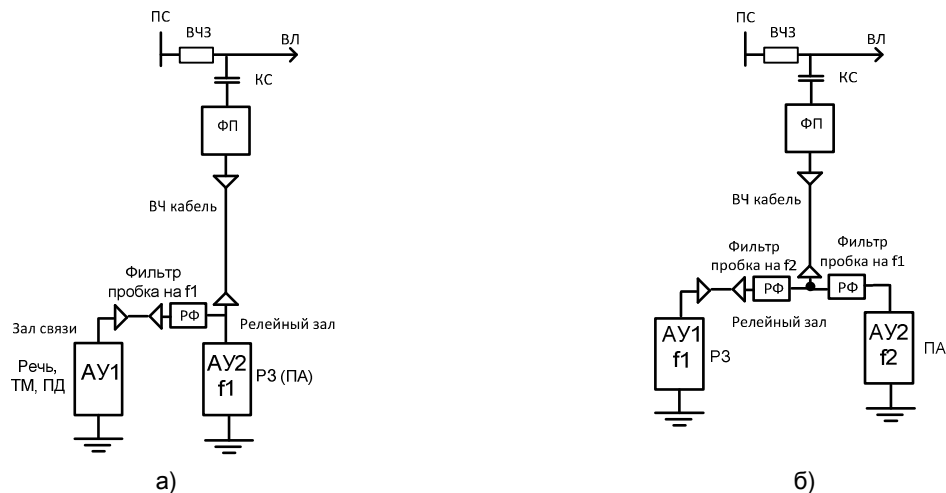
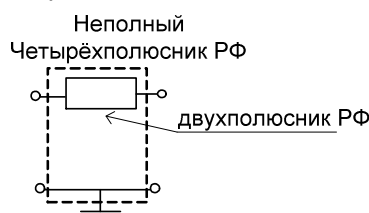
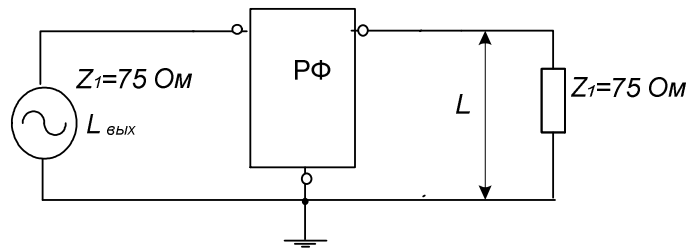
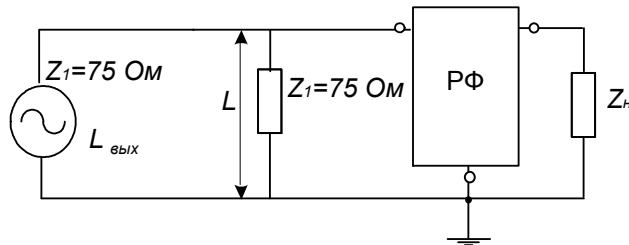

Рис.5.1 Схемы включения РФ на концевой ПС:
Рис.5.4 Представление в схемах измерений двухполюсника РФ в виде неполного четырёхполюсника
Рис.5.5 Схема измерения рабочего затухания РФ
Рис.5.6 Схема измерения вносимого затухания РΦ
Схемы с использованием РФ на концевых ПС показаны на рис.5.1.
В рассматриваемых схемах измерений РФ в виде двухполюсника представляется в виде неполного четырёхполюсника, как показано на рис.5.4.
Измерение рабочего затухания производится в схеме рис.5.5. РФ в виде двухполюсника представляется в этой схеме, как показано на рис.5.4.
Измерение вносимого затухания производится в схеме рис.5.6. РΦ в виде двухполюсника представляется в этой схеме, как, показано на рис.5.4.
Выбор условий нагрузки РΦ (сопротивление  $Z_n$  на рис.5.6) при измерении вносимого затухания должен производиться по-разному в зависимости от назначения РΦ и его типа:
**РФ, устанавливаемые на концевой ПС** (рис.5.1,а или б).
Если измерение производят в реальных условиях с реализованной схемой рис.5.1,а или б, вместо сопротивления  $Z_n$  на рис.5.6 на выходе РΦ включается сама цепь к параллельно включённой аппаратуре. Это эквивалентно замене сопротивления  $Z_n$  входным сопротивлением  $Z_{\text{вх.цепи}}$ . Вносимое затухание должно определяться для того возможного состояния цепи, при котором в пределах полосы заграждения оно будет наибольшим.
Таким случаем не обязательно является короткое замыкание выхода РΦ ( $Z_n = Z_{\text{вх.цепи}} = 0$ ). При определении наихудшего случая надо иметь в виду, что в полосе заграждения вблизи частоты его настройки (например,  $f_1$  на рис.5.1,а), полное сопротивление РΦ имеет мнимую составляющую. Эта составляющая может быть скомпенсирована мнимой частью входного сопротивления цепи, включённой за РΦ.
С другой стороны, величина и знак мнимой части входного сопротивления цепи за РΦ (для рис.5.1,а это ВЧ кабель и аппаратура АУ1) зависит от состояния этой цепи.
При проверке РФ в лабораторных условиях измерение производится по схеме рис.5.6 при нагрузке РФ на 75 Ом ( $Z_n = 75 \text{ Ом}$ ).